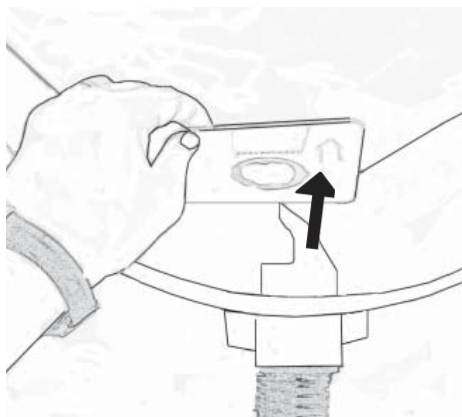

Fig. 23
5. Fjern støvsugerposen ved at tage fat om papafstivningen og forsigtigt trække kortet og posen væk fra beholderen, Fig. 23. Fold den perforerede del af pappet mod åbningen af posen for at forhindre, at posens indhold slipper ud.